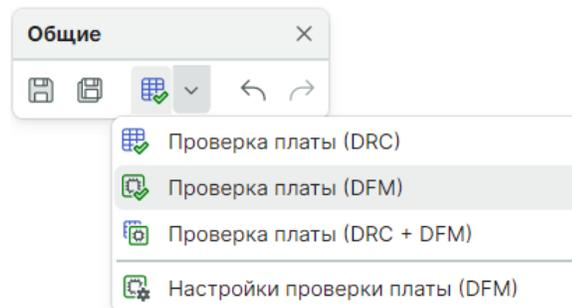

Рис. 505 Запуск DFM-проверки платы
1. На панели инструментов «Общие» вызовите выпадающий список с помощью символа и выберите пункт «Проверка платы (DFM)», см. Рис. 505.